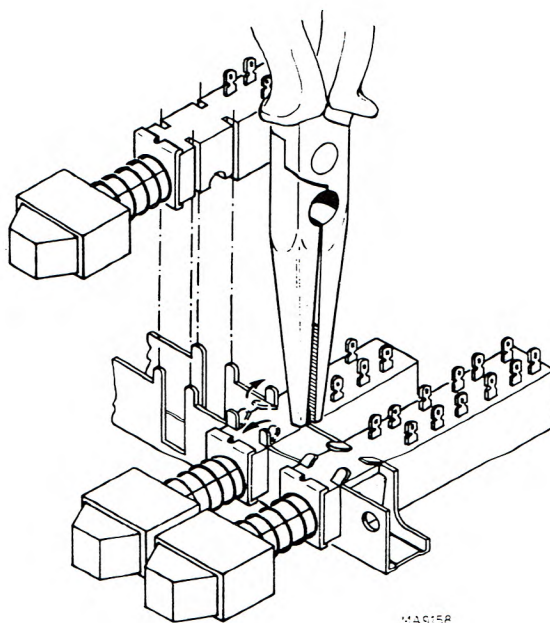

Fig. 2.10. Remplacement d'un commutateur bouton-poussoir
- Redresser les 4 pattes de fixation du commutateur correspondant (voir Fig. 2.10)